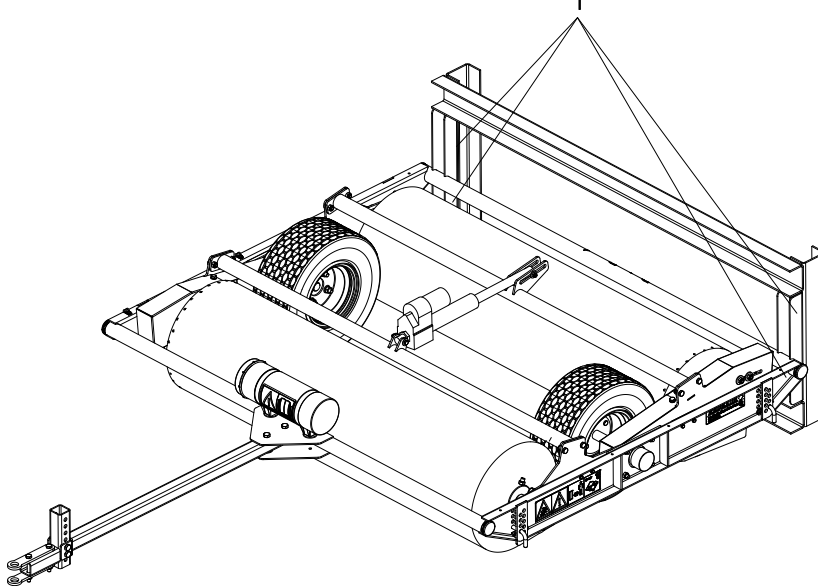

Fig. 7
6. Rimuovere il pallet con le quattro viti (1) (Fig. 7) e poi togliere il pallet.